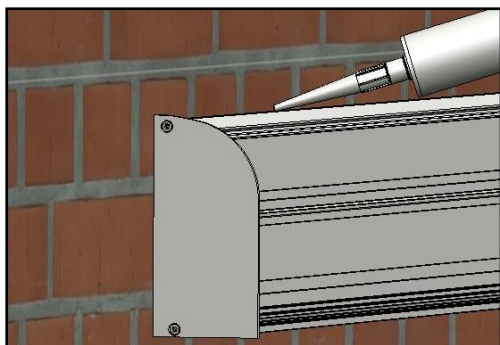

Abbildung 6, Anbringen und Verkitten des Fassadenprofils
14. Bestimmen Sie die Position des Fassadenprofils an der Wand. Bohren Sie Löcher in das Profil und die Fassade. Montieren Sie das Fassadenprofil im rechten Winkel an der Fassade (Abb. 6).
15. Dichten Sie auf der Oberseite die Aussparung zwischen der Fassade und dem Fassadenprofil mit Kitt ab (jetzt noch bequem erreichbar, Abb. 6)).